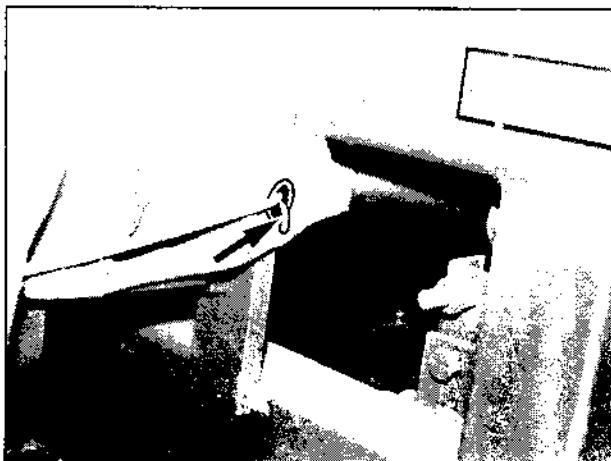

Bild 123
4. Nach Beendigung der Arbeiten Handkurbel abziehen und verstauen. Abdeckhaube aufsetzen, hintere Öse über den Haken (Bild 123/Pfeil) legen, Seil anziehen und verknoten.